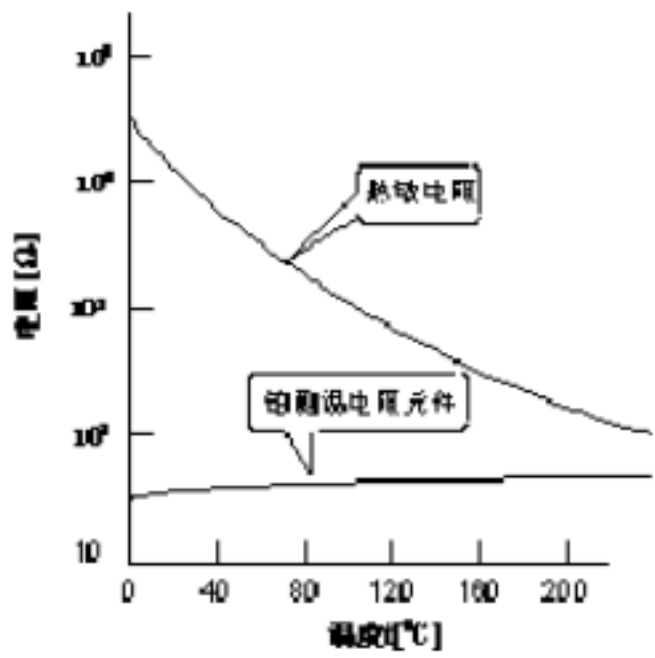

图 1 图 2
1、分析如图 1 所示自感传感器当动铁心左右移动（ x_1, x_2 发生变化时自感 L 变化情况。已知空气隙的长度为 x_1 和 x_2 ，空气隙的面积为 S ，磁导率为 μ ，线圈匝数 W 不变）。（ 10 分）
下图 1 所示的铂测温电阻元件，当温度由 0。C上升到 100。C
上图 1 所示的铂测温电阻元件 , 在 $0 \sim 200$ 。C 范围内的电阻温度系数为多少 ? (10 分)
由图 1 可读取 100 。C 时的 $R_0 = 1.4$ 。因此 , $R = 1.4R_0$, 又有 $R_0 = 1.4R_{00} = 0.4 R_0$ 。因此 , $\alpha_0 = 0.4$ 。图 2 的热敏电阻中 100 。C 时的 $R = 10^3$ 。又 $R_0 = 0.27k$ 。